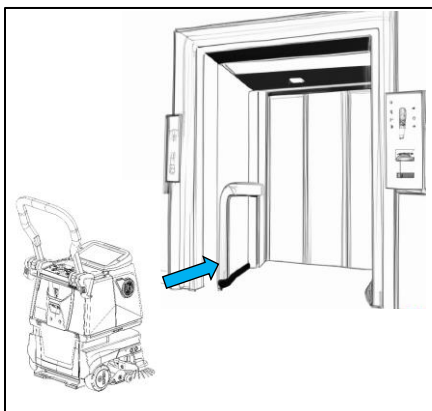

Fig. 3
- De R3 VAC in de lift zetten: trap het pedaal in, kantel de robot en duw hem naar binnen, want het kleinere voorwiel kan vast komen te zitten (fig. 3).